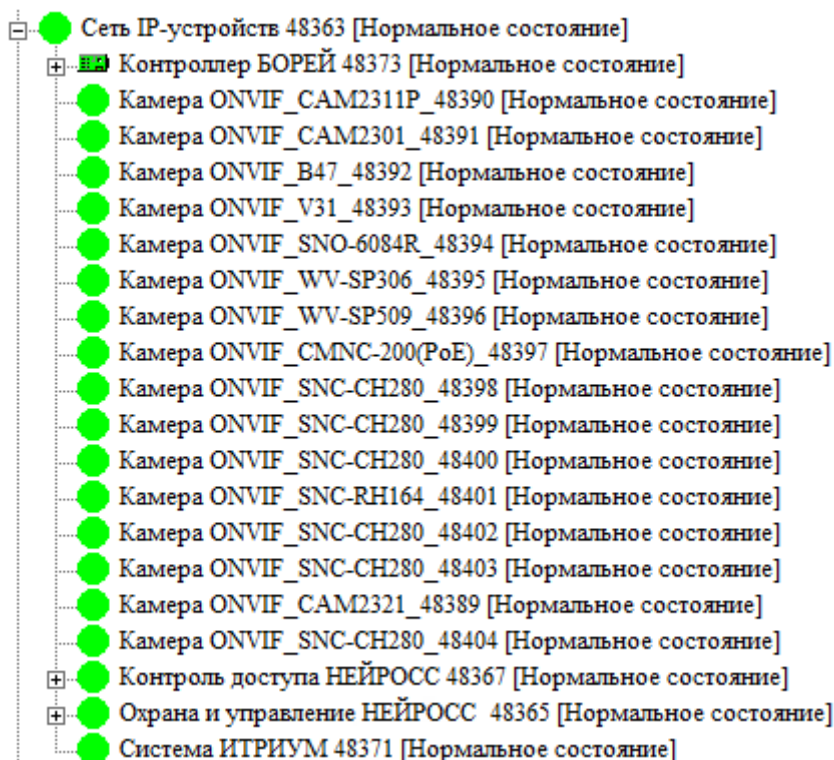

Рисунок 9.116 — Сеть IP-устройств. Дерево элементов с ONVIF-устройствами
- По умолчанию задан не строгий режим фильтрации доменов. Это означает, что принимаются извещения от устройств, не имеющих домены (например, ONVIF-камер) и устройства «видны» в системе безопасности (рисунок 9.116). Если принимать извещения от таких устройств не требуется, необходимо в окне частных свойств элемента **Служба НЕЙРОСС** установить флаг в поле **Строгий режим фильтрации доменов**, сохранить параметры и перезапустить службу.